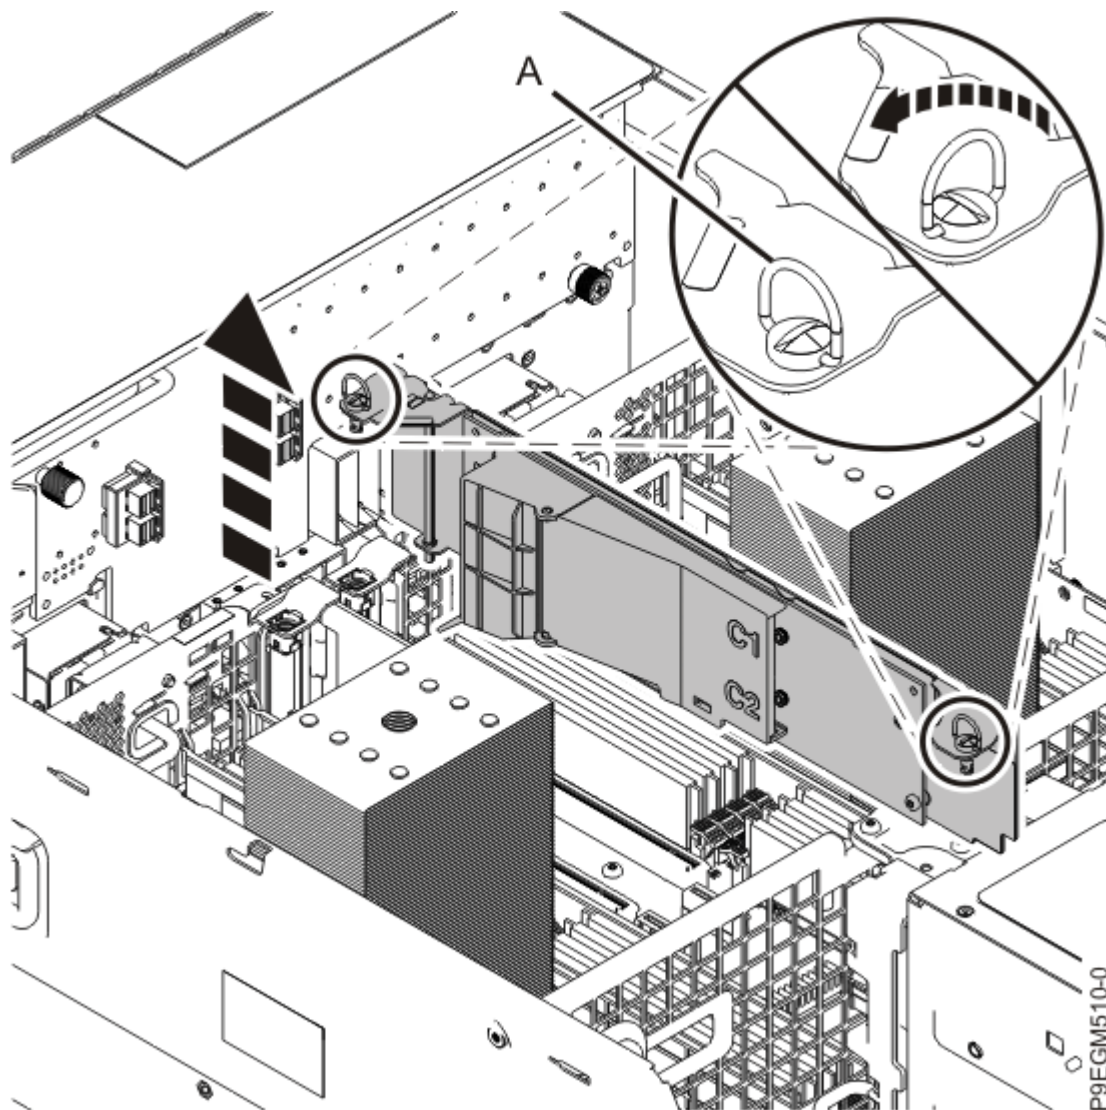

Abbildung 26. NVMe M.2-Trägerkarte entfernen
4. Heben Sie die NVMe M.2-Trägerkarte aus dem Steckplatz (siehe Abbildung 26 auf Seite 32).